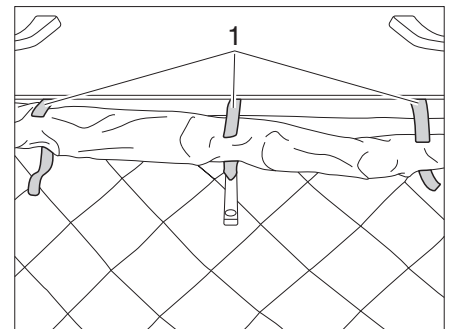

Bild 17 Klettverschlüsse öffnen
- Drei Klettverschlüsse (Bild 17,1) des Stoffbalgs öffnen.
- Stoffbalg im Bereich der Verriegelung sorgfältig aufrollen und mit drei Klettverschlüssen (Bild 17,1) fixieren.